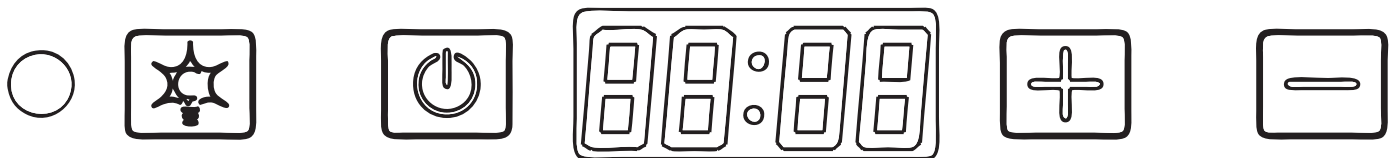

Рис.5
7.1.1 На декоративному склу Вашої витяжки знаходиться сенсорний перемикач режимів роботи двигуна і ламп освітлення (рис.5):